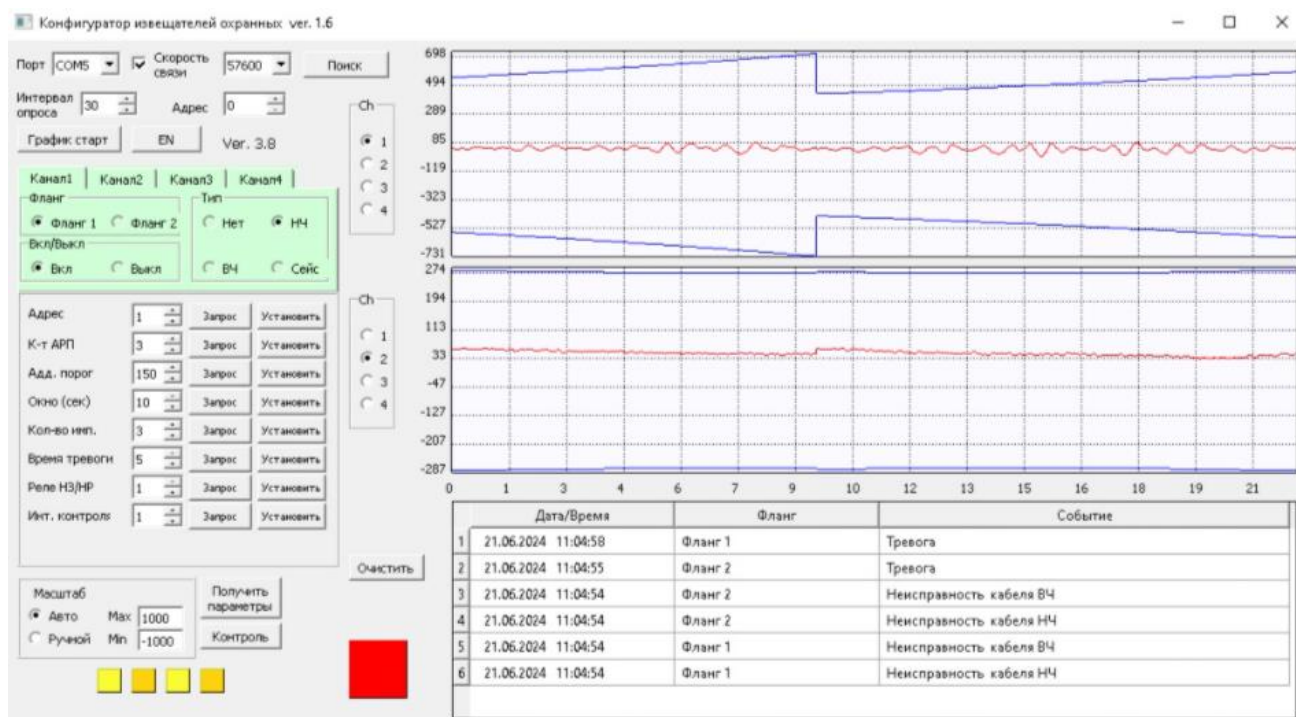

Рисунок 28
- отрицательным считать ответ неисправность кабельного ЧЭ, ВЧ или НЧ (Рисунок 28).